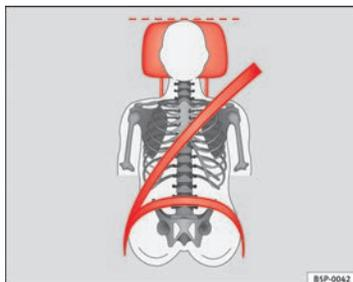

Fig. 12 Nastro della cintura di sicurezza e poggiatesta (visti da davanti) posizionati correttamente
- Il tratto superiore del nastro deve passare al centro della spalla, non sul collo! La cintura di sicurezza non deve essere torta e deve aderire bene alla parte superiore del corpo ⇒ fig. 12.